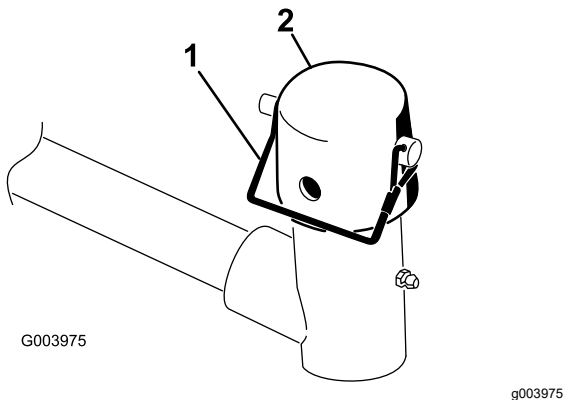

图 9
2. 从提升臂轴枢上拆下锁扣销和中心盖 (图 9)。
注意 如果需要可偏转的滚刀组可使用槽如果需要滚刀组锁定到位可使用孔 (图 9)。